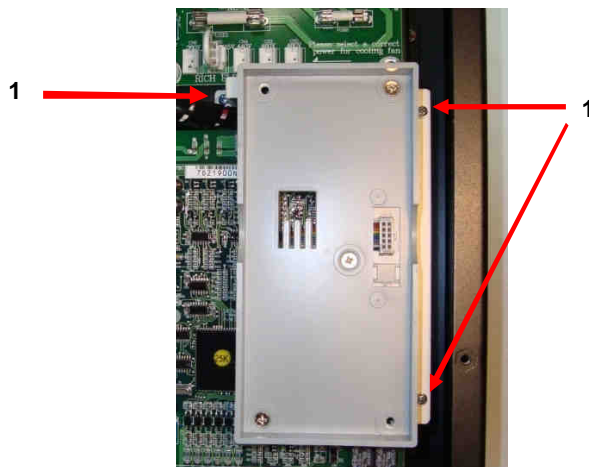

Рис. 6.3. Демонтаж рамки пульта управления.
6.3.1. Отвернуть три винта 1 крепления рамки пульта управления (рис.6.3).